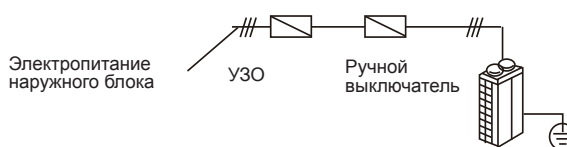

Рис. 6–1
- Все внутренние блоки, входящие в систему (то есть все внутренние блоки, присоединенные к одному и тому же комплексу наружных блоков) должны быть подключены к одной силовой цепи с общей линией электропитания, выключателем максимального тока, устройством защитного отключения (защитным выключателем замыкания на землю) и ручным выключателем, как показано на рис. 6–1. Не следует устанавливать отдельные защитные устройства и ручные выключатели для каждого внутреннего блока. Все внутренние блоки в системе должны включаться и выключаться одновременно. Это необходимо потому, что если работающий внутренний блок внезапно выключится, а другие наружные блоки будут продолжать работать, то испаритель выключившегося блока замерзнет, поскольку хладагент будет продолжать течь к этому блоку (расширительный клапан которого будет открыт), а вентилятор будет выключен. Продолжающие работать внутренние блоки не будут получать достаточное количество хладагента, поэтому эффективность их работы снизится. Кроме того, жидкий хладагент, возвращающийся от выключенного блока непосредственно в компрессор, создаст гидравлический удар, который может повредить компрессор.